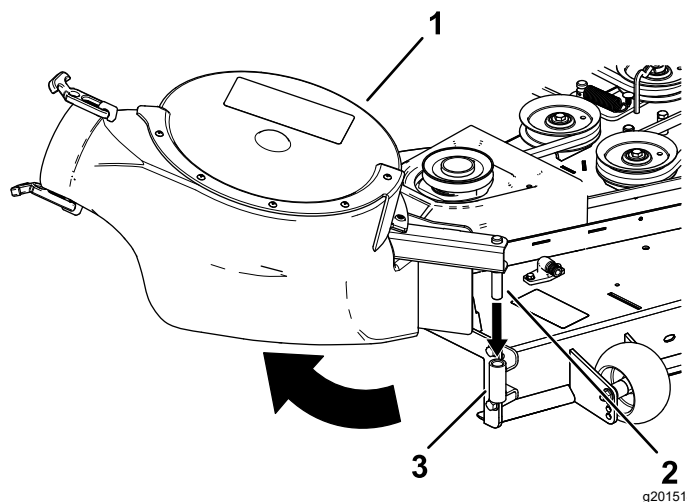

Figura 23
2. Inserite il perno girevole del soffiatore nel supporto del soffiatore e ruotate il gruppo soffiatore verso l'interno e verso la macchina (Figura 23).